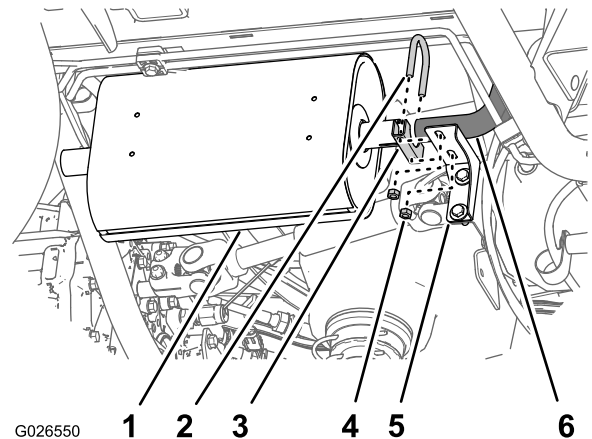

图5
5. 拆下将消声器进气管和 Y 形管固定至前消声器支架上的 2 个螺母、U 形螺栓和鞍形支架。（图5）。